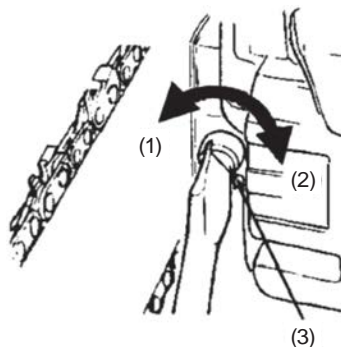

Рис. 5
7. Затяните винт механизма натяжения (Рис. 5).